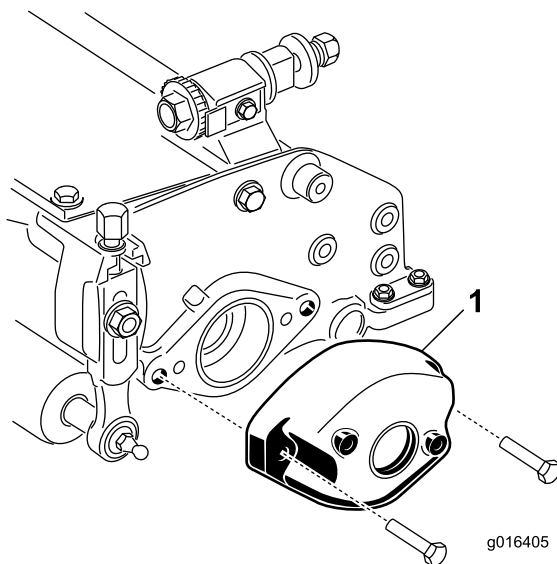

Figure 3
2. Déposez le contrepoids (Figure 3).